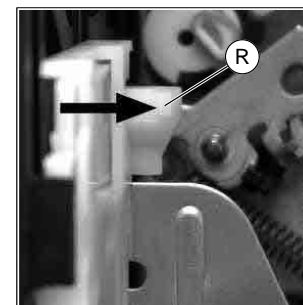

Fig. 1
- Dégager les verrous (R) (Fig. 1) et (S) (Fig. 2) du logement de cassette tout en poussant celui-ci suffisamment vers l'intérieur jusqu'à ce qu'il commence légèrement à descendre.
- Release the locks (R) (Fig. 1) and (S) (Fig. 2) of the cassette compartment and move it inwards until the cassette compartment lowers by a small amount.